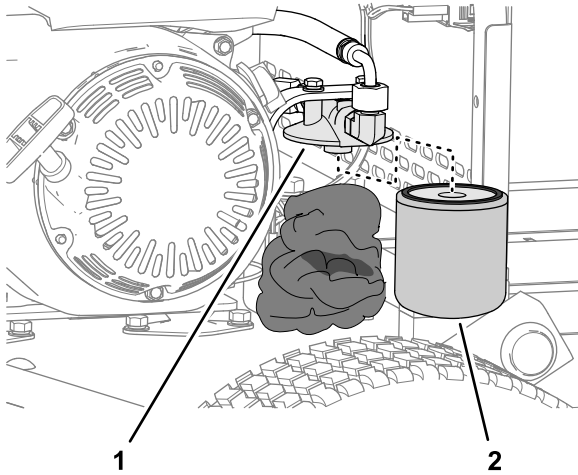

Figura 38
2. Coloque panos sob o filtro hidráulico (Figura 38).
3. Remova cuidadosamente o filtro hidráulico (Figura 38).
5. Instale o filtro na cabeça do filtro (Figura 38) rodando-o manualmente até que a junta entre em contacto com a cabeça do filtro, apertando em seguida o filtro mais 3/4 volta.